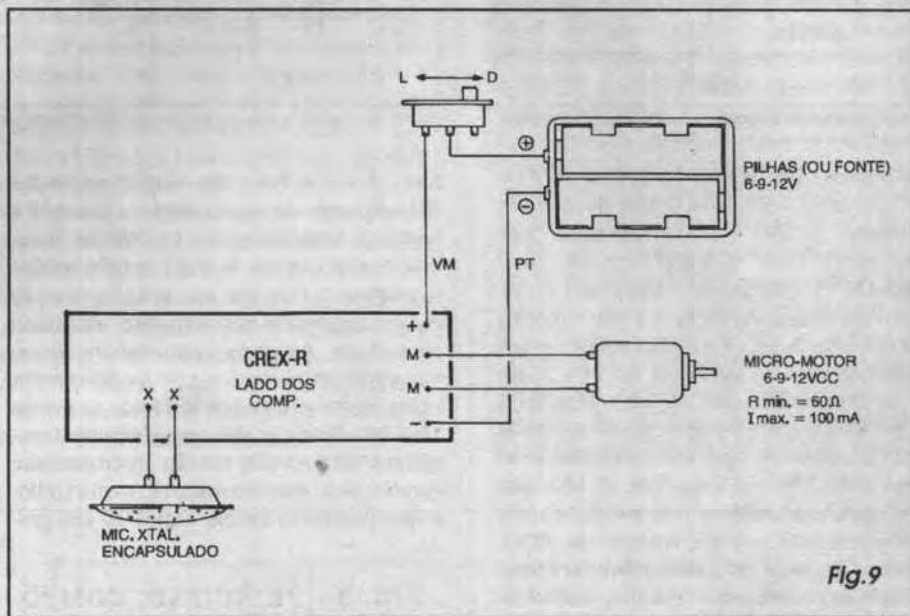

Fig.9
**- FIG. 9 - CONEXÕES EXTERNAS À PLACA (CREX-R)** - As ligações da pla-